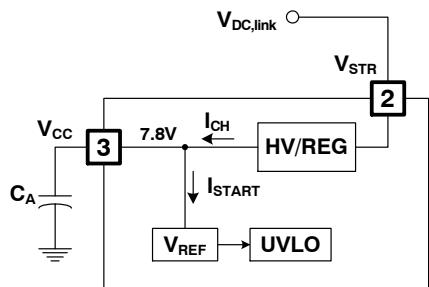

图 15. 启动框图
在启动时，内部高压电流源提供内部偏压并对连接到 VCC 引脚的外部电容 (CA) 充电，如图 15 所示。位于 VSTR 和 VCC 引脚之间的内部高压调节器 (HV REG) 将 VCC 调节为 7.8 V，并提供工作电流。因此，FSL206MR 无需辅助偏置绕组。